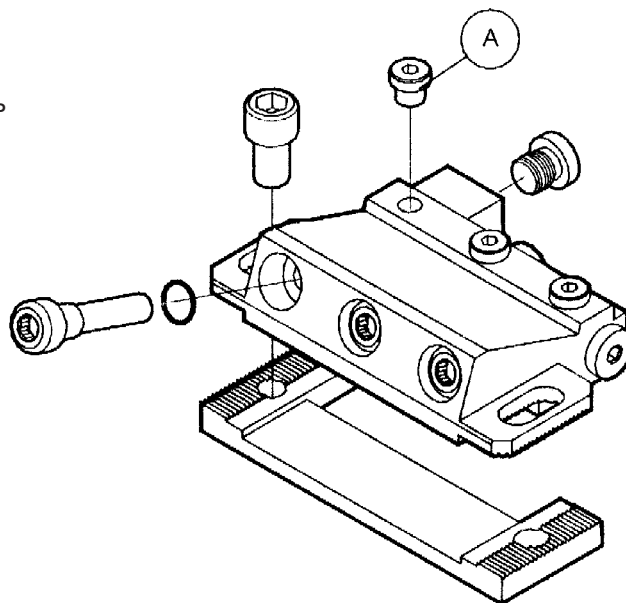

Рис. 2
2. Система цветовой маркировки SuperMark (рис. 2)
- Поочередно удаляйте сливные пробки (A) одного цвета и запускайте функцию маркировки, пока из красителя не удалится воздух.
- Закройте сливную пробку (A).